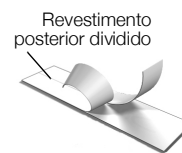

Figura 6
- 4 Retire o revestimento posterior da etiqueta para expor a parte adesiva e, em seguida, aplique a etiqueta. Ver Figura 6.